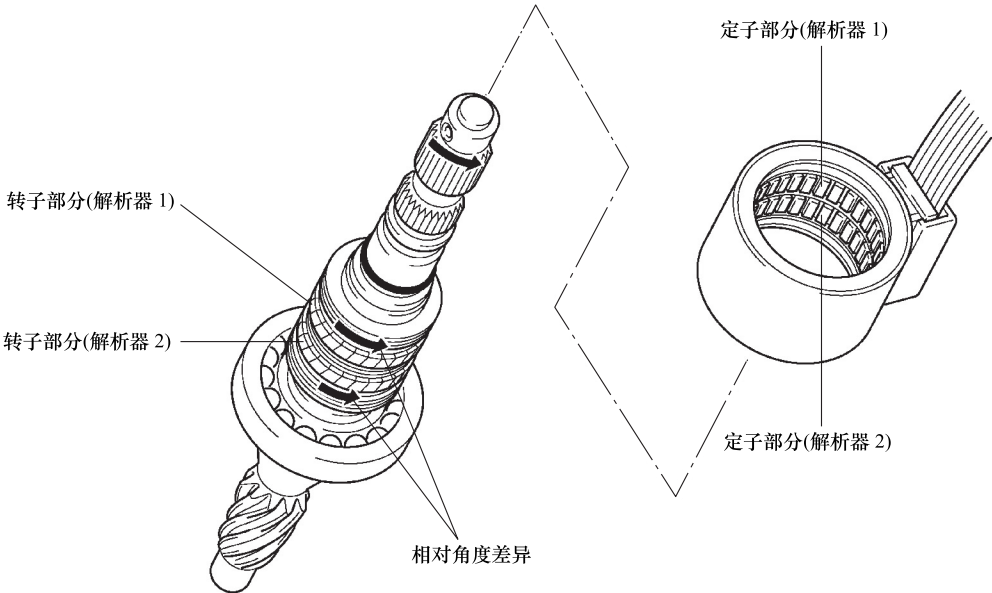

图 9-34 产生相对角度差异
(1) 直行时 如果车辆直线行驶且驾驶人没有转动转向盘，则动力转向 ECU 总成判定此时输出规定电压，以指示转向盘位于中间位置。因此，无电流施加至动力转向电动机。
(2) 转向时 驾驶人转动转向盘时，解析器 1 和解析器 2 的转子部分之间产生相对角度差异，仅与扭杆的扭转量相等，如图 9-34 所示。解析器 1 和解析器 2 的定子部分以电信